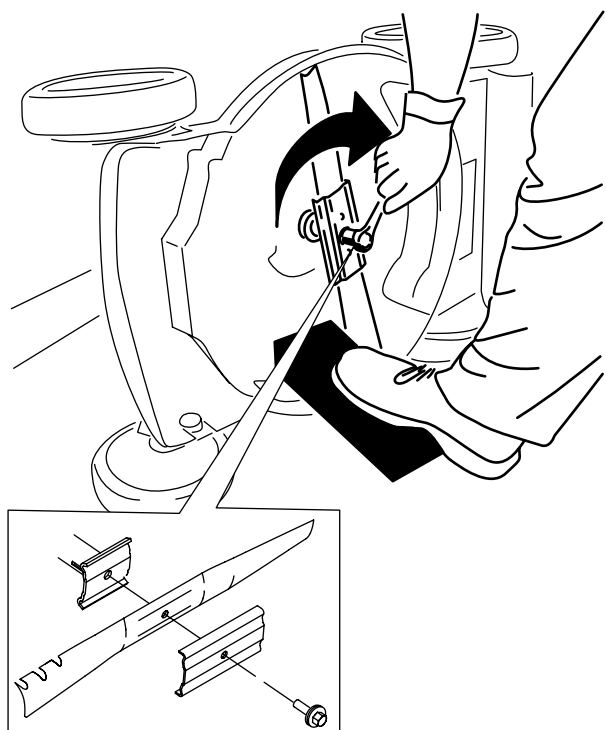

Figura 23
5. Instalați lama nouă și toate elementele de montare (Figura 23).